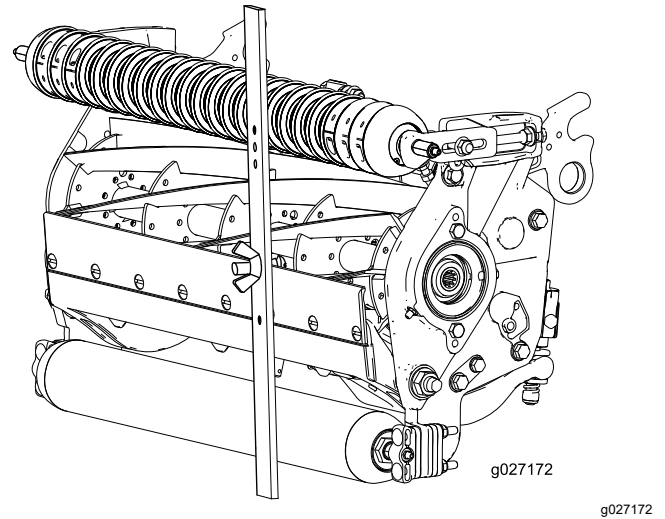

Figura 16
4. Enganche la cabeza del tornillo sobre el filo de la contracuchilla y apoye el extremo trasero de la barra sobre el rodillo trasero (Figura 16).
5. Gire el tornillo de ajuste hasta que el rodillo delantero entre en contacto con la barra de ajuste (Figura 16).